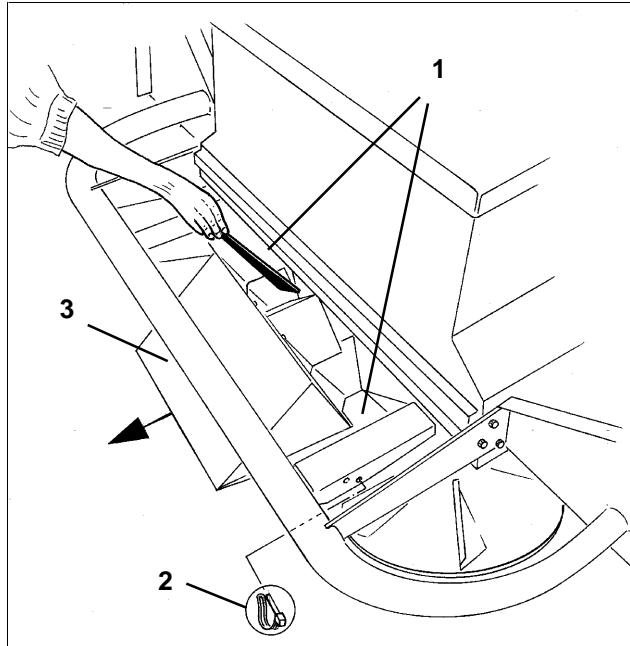

Рис. 47
- Распределяемый материал может застрять в спускном лотке бункера и зажать выпускные отверстия (Рис. 47/1). Оптимальная картина распределения достигается только тогда, когда оба выпускных отверстия чистые. Поэтому оба выпускные отверстия необходимо всегда проверять перед эксплуатацией высокопроизводительного распределителя удобрений, и, при необходимости, чистить следующим образом:
- Уберите два фиксирующих пальца с пружинной защелкой (Рис. 47/2) и отодвиньте спускной лоток бункера (Рис. 47/3) настолько, чтобы были видны выпускные отверстия (Рис. 47/1).
- Отодвиньте спускной лоток бункера назад, закрепите двумя фиксирующими пальцами с пружинной защелкой (Рис. 47/2).